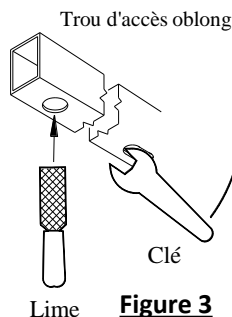

Figure 3
- Enlever les panneaux décoratifs des deux côtés près du passage de roue qui recouvrent les longerons : ôter deux (2) écrous hexagonaux (douille M10) dans le bas du longeron et deux (2) écrous hexagonaux (douille M5.5 socket) dans le bas du longeron. Des deux côtés. Il faudra découper ou enlever une fois l'attelage en place.
- Acheminer l'extrémité spiralée du fil de tirage à travers le trou arrière puis la faire sortir par le trou d'accès. Attacher l'espaceur et le boulon de carrosserie avec le fil de tirage puis acheminer les fixations en place à travers le trou. Laisser la visserie attachée avec les fils de tirage. Répéter la procédure sur les deux longerons. Remarque : Il pourrait être plus facile d'introduire la tête du boulon de carrosserie en premier. Répéter la manoeuvre pour les trous avant. Pour les deux longerons. Remarque : Il peut s'avérer nécessaire d'agrandir le trou d'accès à l'aide d'une lime ou d'une clé puisque le boulon de carrosserie s'introduit très étroitement à cet endroit. Voir la figure 3.
3. Acheminer l'extrémité spiralée du fil de tirage à travers le trou arrière puis la faire sortir par le trou d'accès. Attacher l'espaceur et le boulon de carrosserie avec le fil de tirage puis acheminer les fixations en place à travers le trou. Laisser la visserie attachée avec les fils de tirage. Répéter la procédure sur les deux longerons. Remarque : Il pourrait être plus facile d'introduire la tête du boulon de carrosserie en premier. Répéter la manoeuvre pour les trous avant. Pour les deux longerons. Remarque : Il peut s'avérer nécessaire d'agrandir le trou d'accès à l'aide d'une lime ou d'une clé puisque le boulon de carrosserie s'introduit très étroitement à cet endroit. Voir la figure 3.